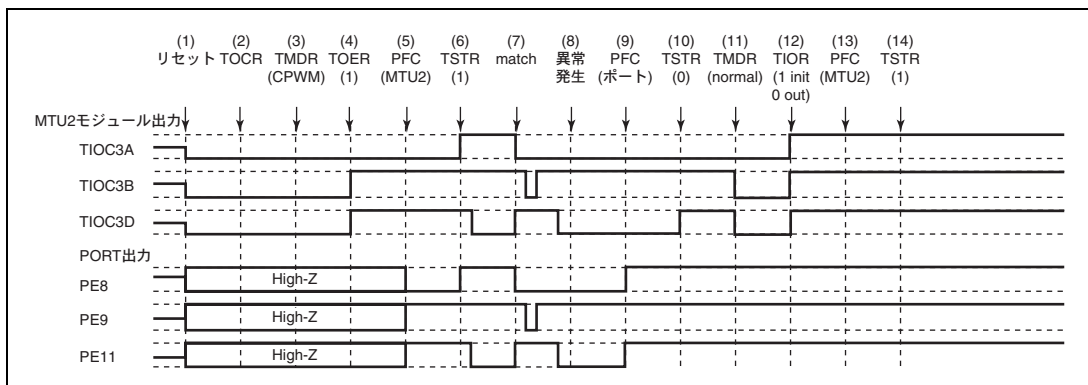

図 27.135 相補 PWM モードで異常が発生し、ノーマルモードで復帰する場合
相補 PWM モードで異常が発生し、再設定後ノーマルモードで再スタートする場合の説明図を図 27.135 に示します。
- (1) ~ (10) は図 27.135 と共通です。
- (11) PWM モード 1 を設定してください (本モジュール出力はローレベルとなります)。
- (12) TIOR で端子を初期化してください (PWM モード 1 では TIOC*B 側は初期化されません)。
- (13) 汎用入出力ポートで本モジュール出力としてください。
- (14) TSTR で再スタートします。
(23) 相補 PWM モードで動作中に異常が発生し、相補 PWM モードで再スタートする場合の動作
- (11) 汎用入出力ポートで本モジュール出力としてください。
- (12) TSTR で再スタートします。
- (13) コンペアマッチの発生により相補 PWM 波形を出力します。
(24) 相補 PWM モードで動作中に異常が発生し、相補 PWM モードで新たに再スタートする場合の動作
- (11) ノーマルモードを設定し新しい設定値を設定してください（本モジュール出力はローレベルとなります）。
- (12) TOER でチャンネル 3、4 の出力を禁止してください。
- (13) TOCR で相補 PWM モードの出力レベルと周期出力の許可禁止を選択してください。
- (14) 相補 PWM を設定します。
- (15) TOER でチャンネル 3、4 の出力を許可してください。
- (16) 汎用入出力ポートで本モジュール出力としてください。
- (17) TSTR で再スタートします。
(25) 相補 PWM モードで動作中に異常が発生し、リセット同期 PWM モードで再スタートする場合の動作
- (11) ノーマルモードを設定してください（本モジュール出力はローレベルとなります）。
- (13) TOCR でリセット同期 PWM モードの出力レベルと周期出力の許可禁止を選択してください。
- (14) リセット同期 PWM を設定します。
(26) リセット同期 PWM モードで動作中に異常が発生し、ノーマルモードで再スタートする場合の動作